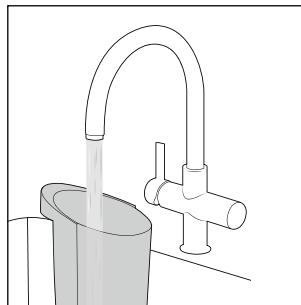

Fig. 23
- ♦ Rincez le réservoir d'eau sale **②** à l'eau courante chaude (voir fig. 23).